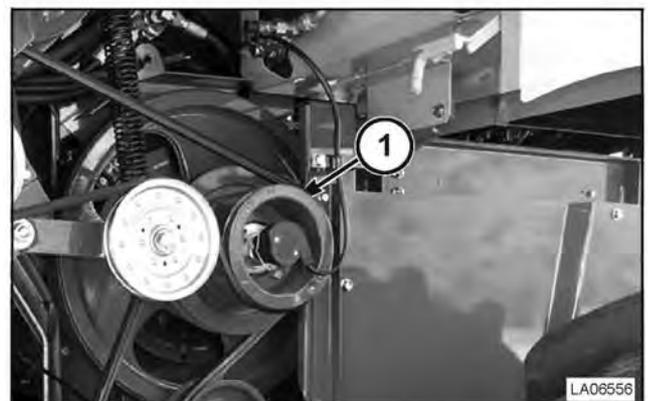

FIG. 140
FIG. 140: el cabezal y el embocador se acoplan con el interruptor del cabezal en la consola. Ese interruptor activa el embrague electro-magnético (1) en el extremo derecho del eje delantero del batidor. Cuando el interruptor se conecta en la posición ON, el embrague acopla. Se acopla la correa de mando que comanda el cabezal y el embocador.